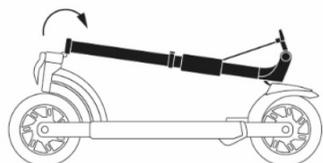

Figura 48 - Piegatura piantone di sterzo
4. Premere la leva di sicurezza e piegare il piantone di sterzo verso la ruota posteriore (**Vedere Figura 48 - Piegatura piantone di sterzo**);